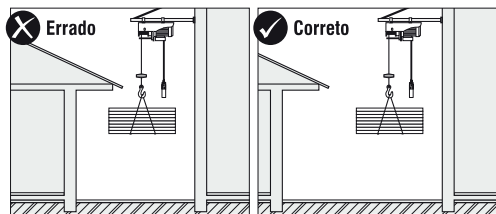

Fig. 5 – A área de deslocamento do guincho deve estar desobstruída
- b. Na movimentação e transporte de estruturas, placas e outros pré-moldados, bem como cargas em geral, devem ser tomadas todas as medidas preventivas que garantam a sua estabilidade. Observar também de que no percurso vertical não pode haver interferências que venham a obstruir o seu livre deslocamento, Fig. 5;